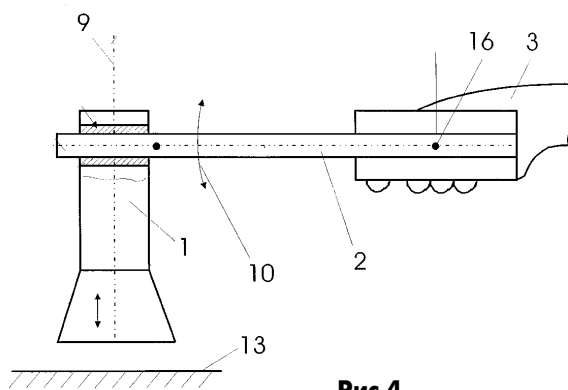

Рис.4
**Нежный молоток** - так поэтично называется изобретение по патенту Германии 2000-1012813 (2000 г.). Предназначена эта штука для художников, чтобы наносить краску на холст мелкими ударами. Для этого (рис.4) кисть 1 надевается на ручку 2 под углом 90°. Ось кисти 9 удалена от контактной точки 16 руки художника 3, поэтому имеется возможность наносить краску на поверхность 13 мелкими движениями ручки 2 (показано как 10).